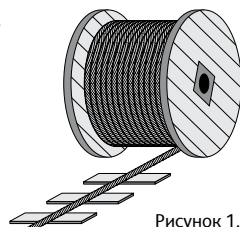

Рисунок 1.
- При проведении работ по навеске или замене каната необходимо обеспечить меры по предотвращению попадания на поверхность каната абразивных и загрязняющих материалов. Для этого работы рекомендуется проводить на специальном стенде из досок (рис.1).